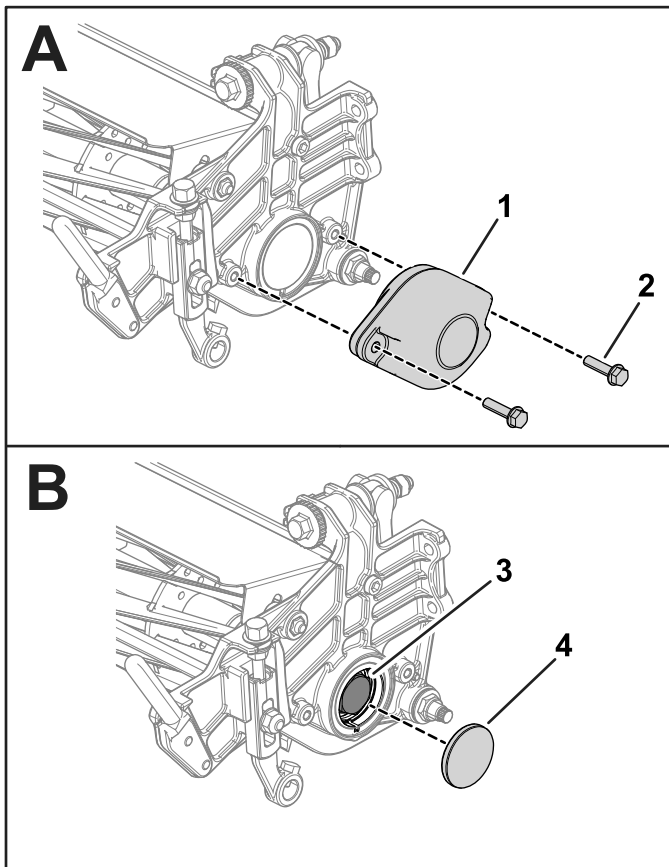

Figura 3
3. Rimuovete le viti di regolazione dell'altezza di taglio e le viti per il montaggio del rullo dai bracci dell'altezza di taglio (Figura 3).
4. Rimuovete i 2 bulloni (5/16" x 2¼") dai 2 dadi (mantenuti fissati dalla piastra laterale) che fissano il contrappeso sulla piastra laterale dell'apparato di taglio. Rimuovete il contrappeso (Figura 3).
6. Rimuovete il coprimozzo per mostrare il dado cuscinetto (Figura 3).
7. Togliete il dado del cuscinetto dall'albero del cilindro (Figura 3).